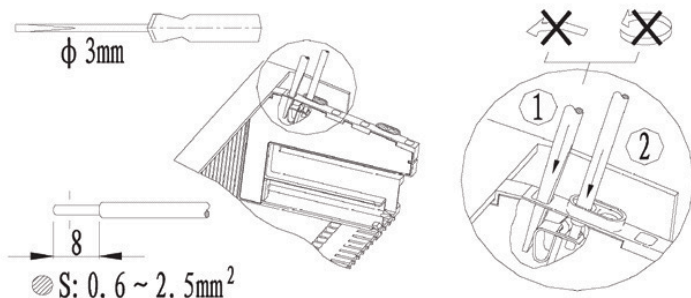

Рисунок 25
5.10.1 Вставить отвертку с плоским шлицом шириной 3 мм в прямоугольное отверстие соединителя (рисунок 25), затем вставить зачищенный проводник сечением от 0,6 до 2,5 мм², удалить отвертку из соединителя. Проверить надежность фиксации проводника в соединителе. Провода сечением менее 1 мм² следует опрессовывать наконечником-гильзой.